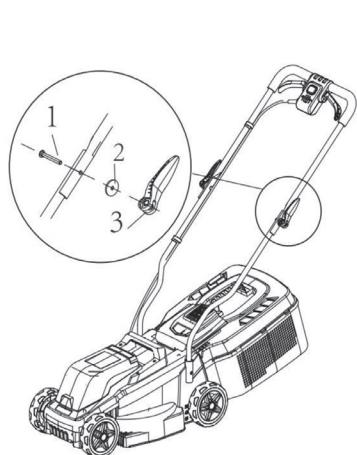

Рис. 3
Присоедините рукоятку управления к стойкам, совместив отверстия, проедните болты (1) в отверстия, установите шайбы (2) и зафиксируйте рукоятки быстроштёймными фиксаторами (3) (рис. 3). Накручивайте фиксаторы постепенно, в положении, перпендикулярном рукояткам. После нескольких витков опускайте ручку фиксатора к рукояткам, чтобы эксцентрик и позволил закрыться, и части рукояток были плотно зафиксированы.